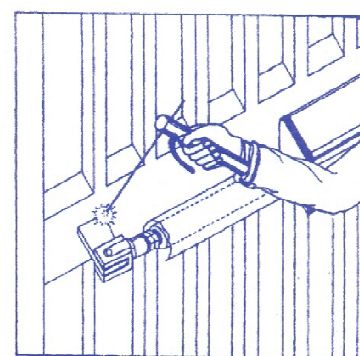

Fig. 8
- b) Placer le support à la distance choisie et le fixer avec des points de soudure provisoires (protéger la tige chromée des points de soudure, cela créera des dégâts irréversibles) (fig.8)
- Finaliser les soudures du support arrière (toujours protéger la tige des éclats de soudure ou de meulage), graisser l'attache et le blocage de la fourche, bloquer le tout (fig.8);